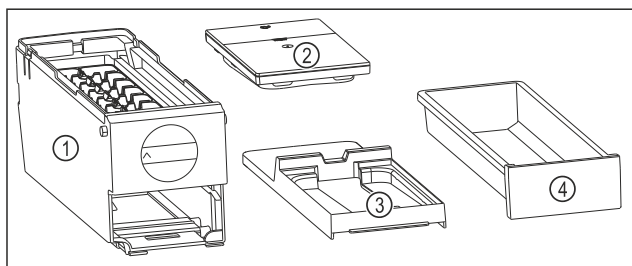

Fig. 168 Componentes del EasyTwist-Ice
- El EasyTwist-Ice está desmontado en cuatro piezas. (consulte Fig. 168)
- Desmontar el EasyTwist-Ice solo en los componentes mostrados. (consulte Fig. 168)
- Limpiar el cuerpo del EasyTwist-Ice Fig. 168 (1) en su totalidad.